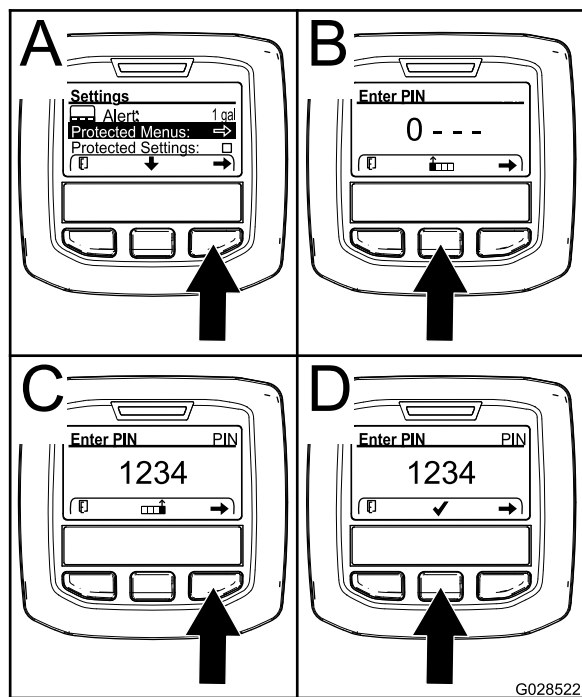

Рисунок 33
2. В меню SETTINGS (НАСТРОЙКИ) с помощью средней кнопки прокрутите меню вниз к пункту PROTECTED MENU (ЗАЩИЩЕННОЕ МЕНЮ), и нажмите правую кнопку (Рисунок 33А).
3. Чтобы ввести ПИН-код, нажмите среднюю кнопку и удерживайте ее в нажатом положении до появления первой цифры, затем нажмите правую кнопку, чтобы перейти на следующую цифру (Рисунок 33В и Рисунок 33С). Повторяйте этот пункт до тех пор, пока не будет введена последняя цифра, затем нажмите правую кнопку еще раз.